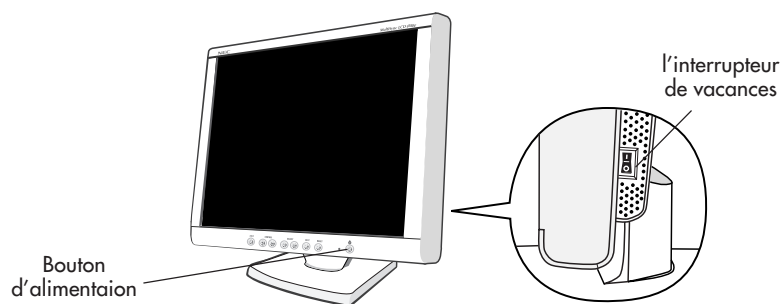

Figure D.1
6. L'Interrupteur de Vacances sur le côté droit de l'écran doit être allumai (**Figure D.1**). Allume l'écran de Silhouette de bouton et l'ordinateur.